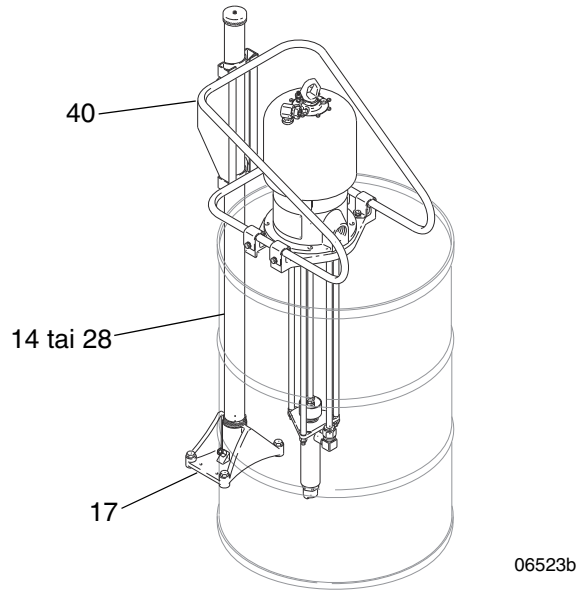
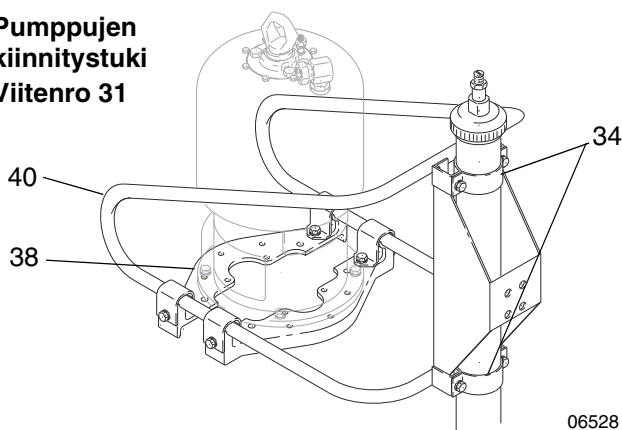

FIG. 1
FIG. 3
Aseta avoin tynnyri nostolaitteen jalustaa (17) vasten. Aseta kiinnike (40) tynnyrin päälle siten, että pannan (34) kolot ovat tiukasti nostolaitteen nostoputkea (14 tai 28) vasten. Katso FIG. 1 ja FIG. 3. Nosta nostoputkea noin 6,4 mm (0,25 tuumaa), asenna pannat (34) ja kiristä huolellisesti. Kiinnitä pumppujen kiinnitystuet (38).